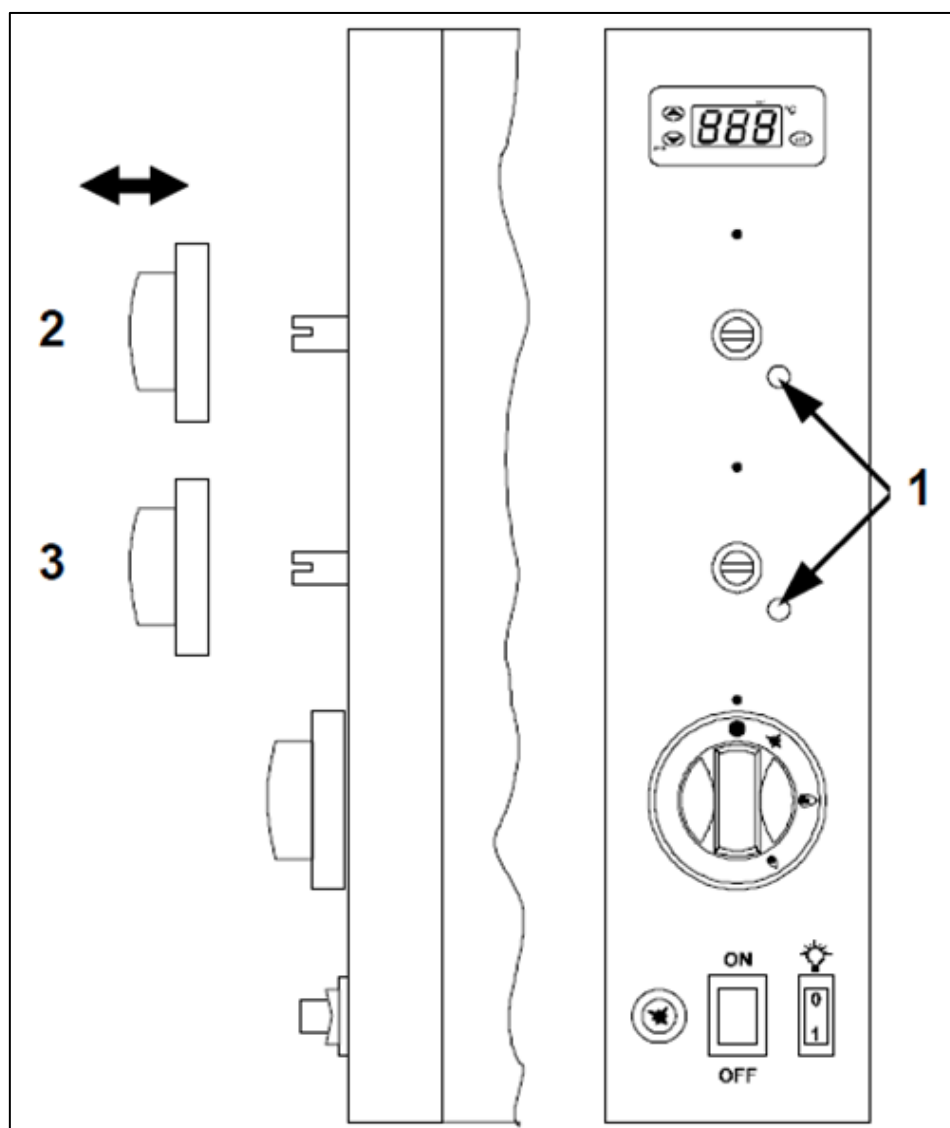

FIG. 10
Per funzionamento a gas liquido (G30 - G31) il minimo è fisso e la vite (FIG.10-Rif.1) resta avvitata a fondo; per funzionamento con altri tipi di gas il minimo è regolabile come segue:
- Sfilare manualmente la rispettiva manopola del bruciatore dal pannello comandi (FIG.10-Rif.2/3);
- Svitare la vite (FIG.10-Rif.1) di 2/3 giri e reinserire la manopola;
- Sfilare nuovamente la manopola e avvitare la vite (FIG.10-Rif.1) fintanto che la fiamma resterà accesa stabilmente e sarà visivamente accettabile;